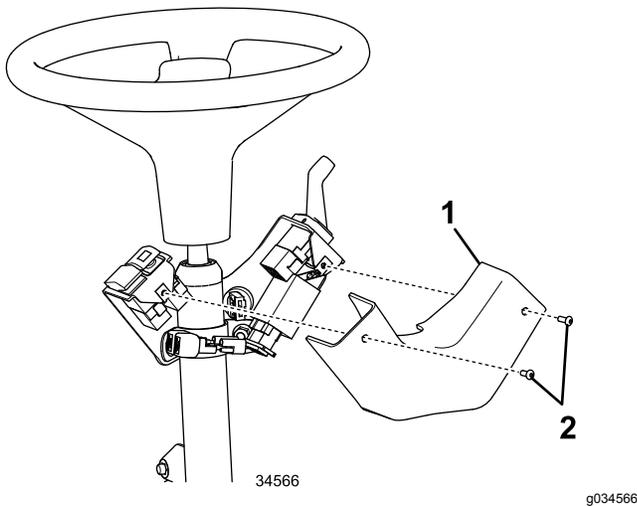

Bild 23
10. Befestigen Sie die Abdeckung mit zwei Innensechskantschrauben an der Säulenhaltung, wie in Bild 23 abgebildet.